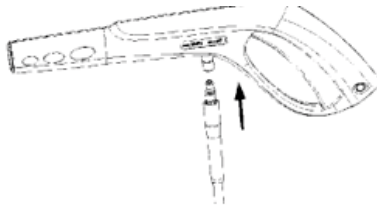

Рис. 7
6. Подсоедините шланг высокого давления к пистолету и закрутите гайку, для фиксации соединения (рисунок 7).